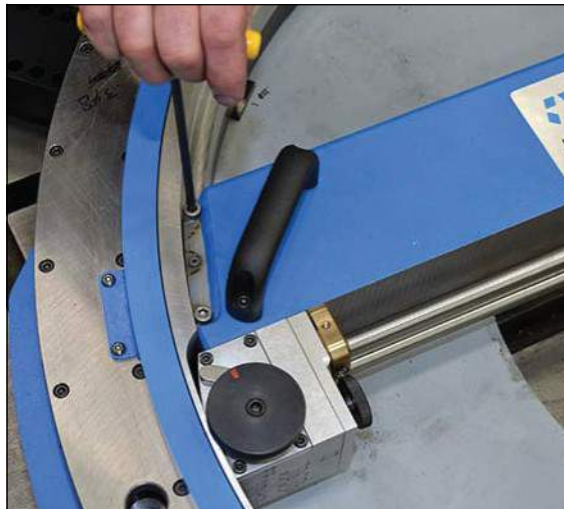

Рис. 3-22. ЗАКРЕПЛЕНИЕ ПОДВИЖНОГО УЗЛА НА УЗЛЕ ПОВОРОТНОГО ПРИВОДА (ПОКАЗАНА МОДЕЛЬ FF3600)
5. Только для моделей FF2400 и FF3600: Подтяните четыре винта с углублением под ключ, установленные в подвижном узле (см. рис. 3-22). Подтяните с усилием 10 фут-фунтов (14 Нм).